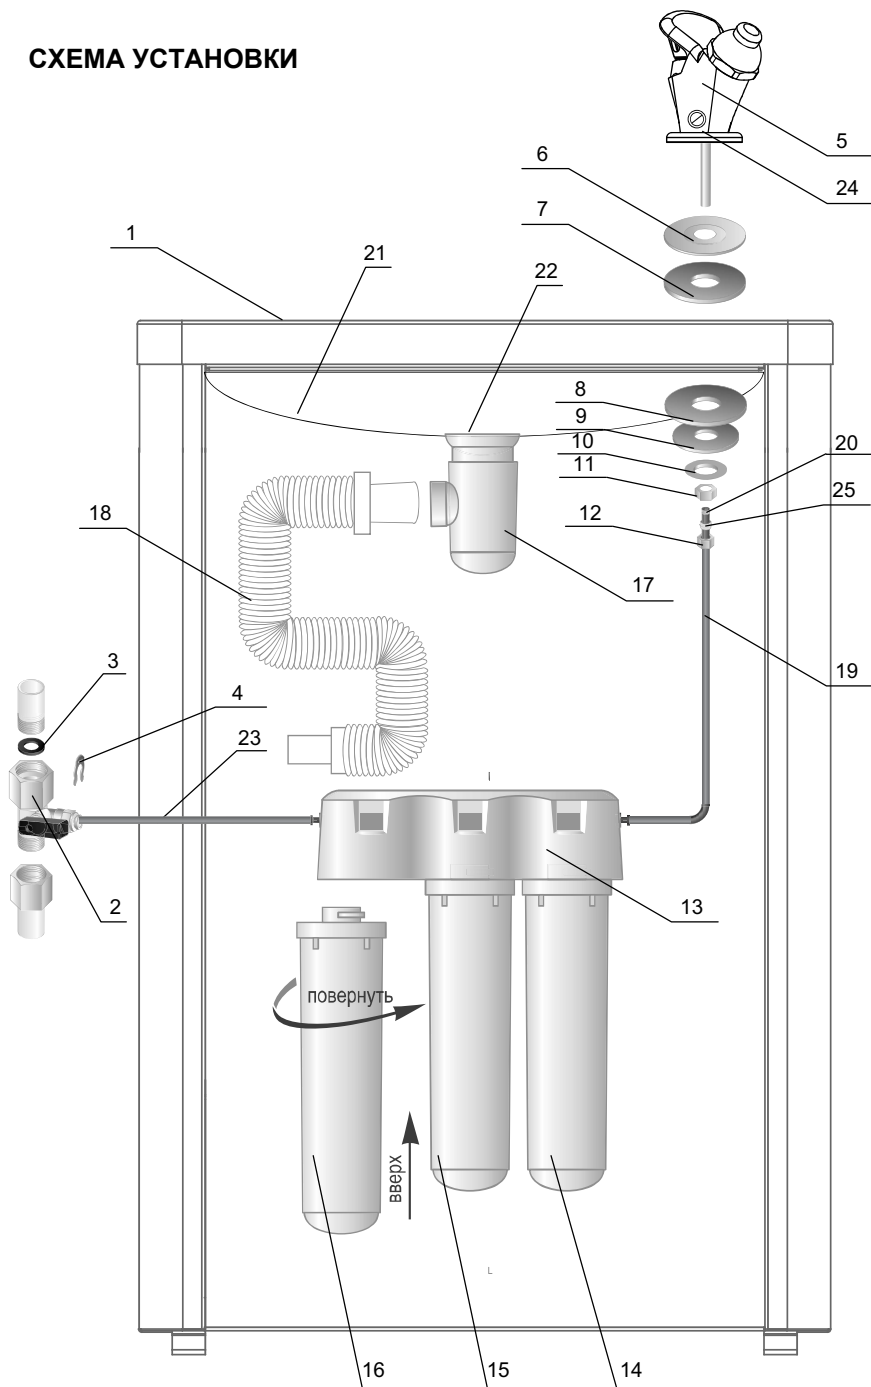

Рис. 1
Схема установки Водоочистителя Фонтанчик изображена на рис. 1.
- Определите удобное место установки узла подключения (2) к водопроводу (см. рис. 1 – Схема установки). Обратите внимание, чтобы соединительные трубки проходили свободно, без изломов. Свободные участки трубок следует закрепить так, чтобы их нельзя было повредить или выдернуть из соединений посторонними предметами.